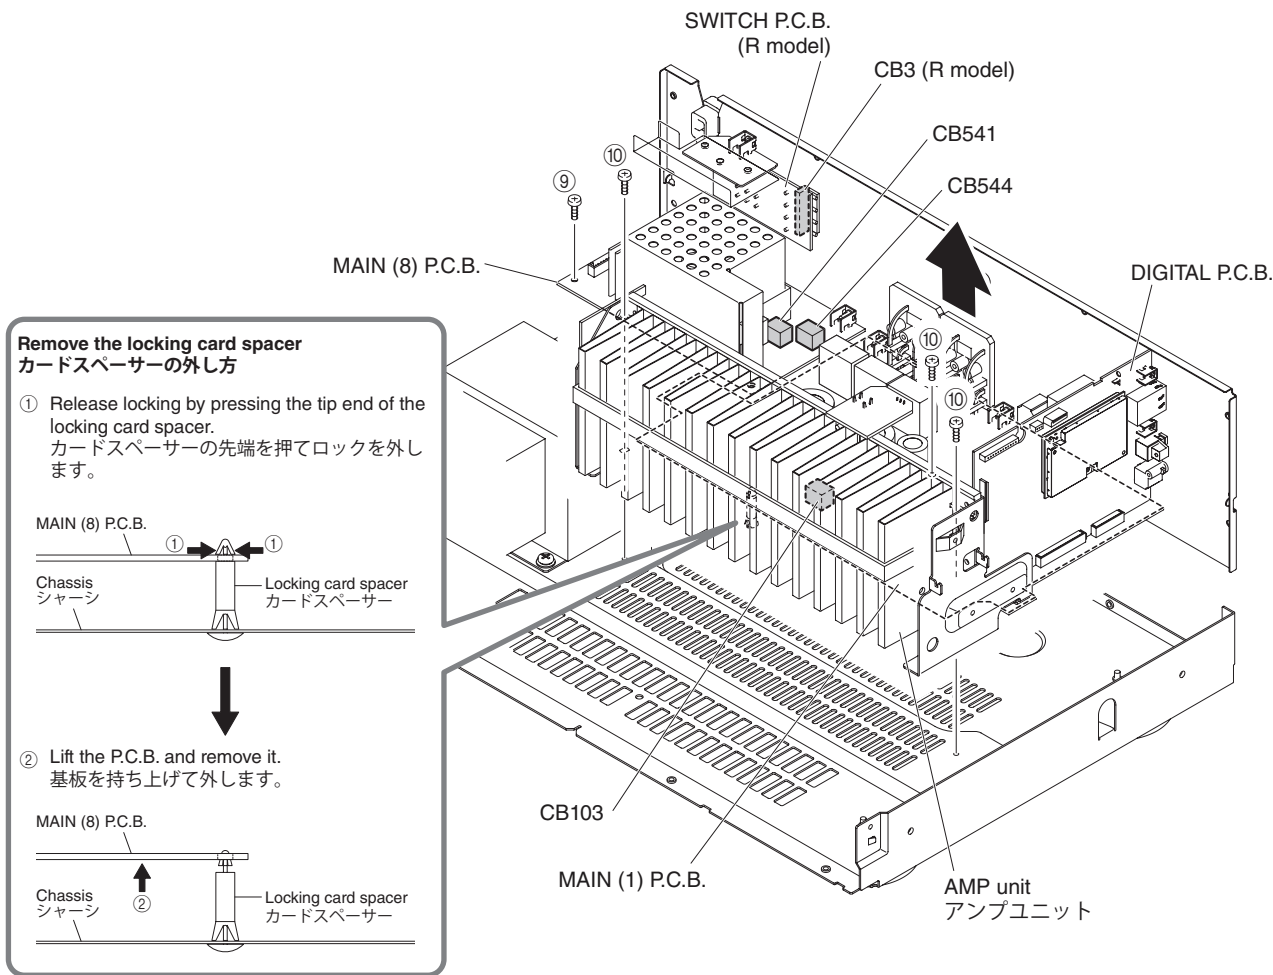

Fig. 4
- b. Remove screw (⑨) and 3 screws (⑩). (Fig. 4)
- c. Unlock the locking card spacer. (Fig. 4)
- d. Remove CB3 (R model), CB103, CB541 and CB544. (Fig. 4)
- e. Remove the AMP unit. (Fig. 4)
- b. ⑨のネジ1本、⑩のネジ3本を外します。(Fig. 4)
- c. カードスペーサーのロックを外します。(Fig. 4)
- d. CB103、CB541、CB544を外します。(Fig. 4)
- e. アンプユニットを外します。(Fig. 4)